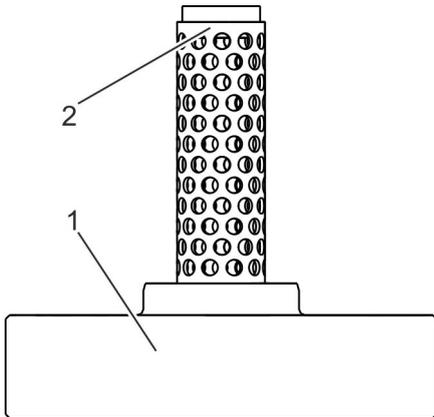

Fig. 12 : Dépose du couvercle
5. ➔ Déposer le couvercle (Fig. 12 /1) de telle sorte que le cylindre à tamis (Fig. 12 /2) soit orienté vers le haut.